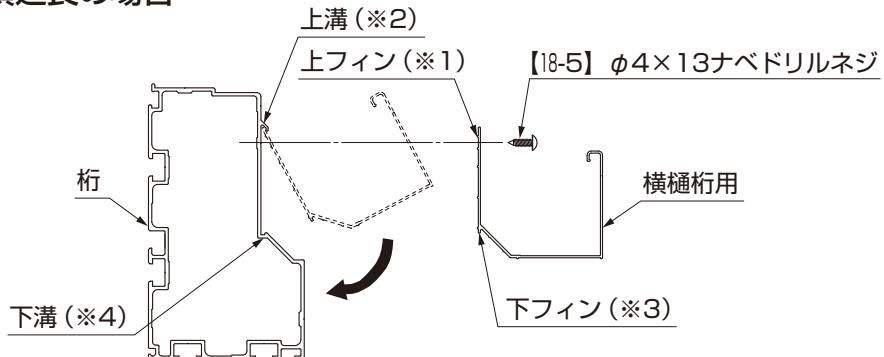

図9-2 横樋用の取付け
- ①横樋の上フィン(※1)を桟の上溝(※2)に下から入れ、横樋用の下フィン(※3)を桟の下溝(※4)に落とし込むように取付けてください。(図9-2参照)
- ②桟(水上用)に【18-5】で横樋用を取付けてください。